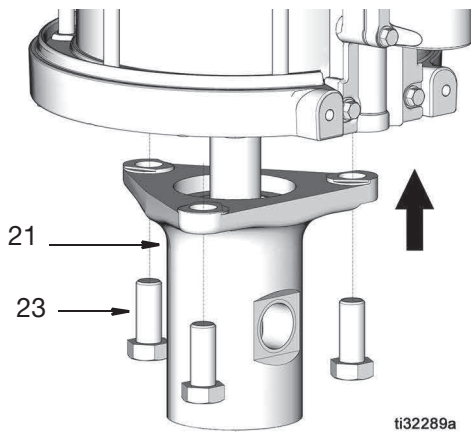

図 13
3. ポンプベース (21) を、3 本の取り付けボルト (23) を使用してエアモーター (1) に再度取り付けます。取り付けボルトを、60ft ポンド (81.35N•m) のトルクで締めます (図 13)。